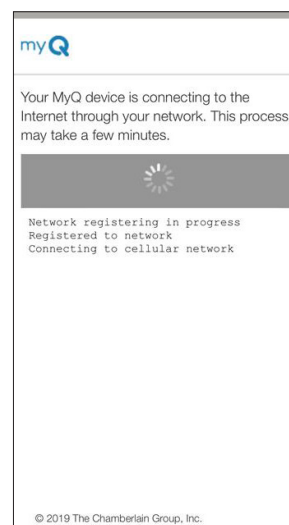

Figura 4
5. Desde myQ® Business™, verifique que el servicio celular esté habilitado para el dispositivo CAPAC. (Vea la Figura 4)